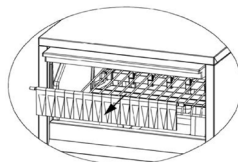

Figura 1
- Adicione fluido líquido de limpeza da caixa de água (remover cortina de gelo plástico e despeje o líquido através da grade metal) (Figura 1).